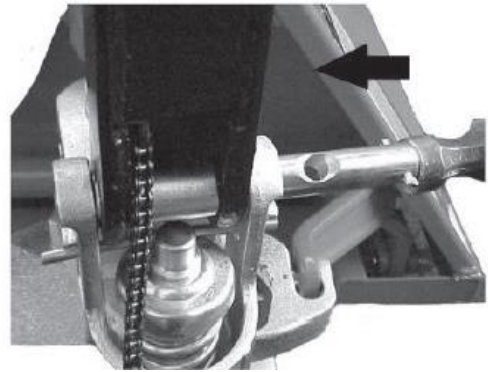

Fig. 4
- Insérez le bras du timon (1) dans le piston de la pompe, puis utilisez un marteau pour insérer l'axe avec le trou dans la pompe hydraulique et le bras du timon (Fig. 4).